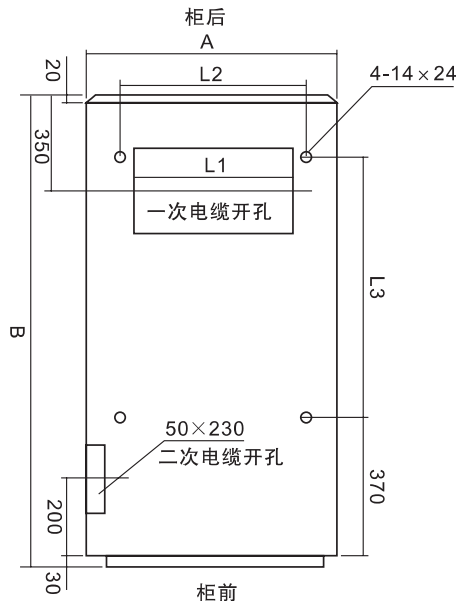

图3 开关柜安装尺寸示意图
8.1 开关柜安装 (见图3) installation switch cabinet (see the figure 3)